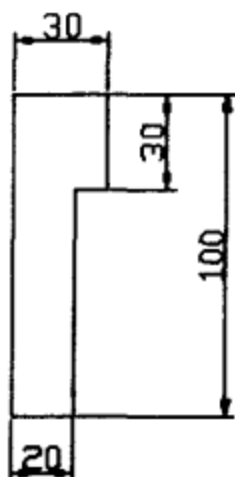

图 7-39 二维轮廓草图
(1) 在二维环境下, 单击【绘图】工具条中【直线】命令按钮, 绘制如图 7-39 所示图形。
(2) 单击【绘图】工具条【面域】命令按钮, 框选全部图形, 将图 7-39 所示图形创建为面域。